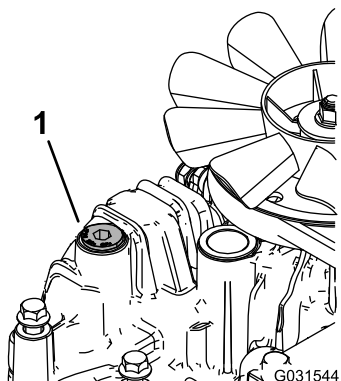

Figure 73
11. Dévissez le bouchon d'aération sur chaque transmission pour qu'il soit desserré et ballotté (Figure 73).